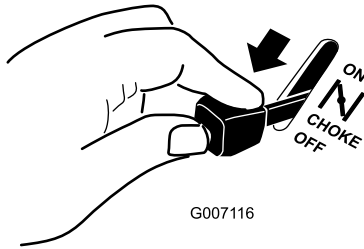

Figura 22
- Mueva la palanca del estarter a la posición de Cerrado (Figura 22). Si el motor se cala o funciona de forma irregular, active el estarter otra vez hasta que el motor se caliente.